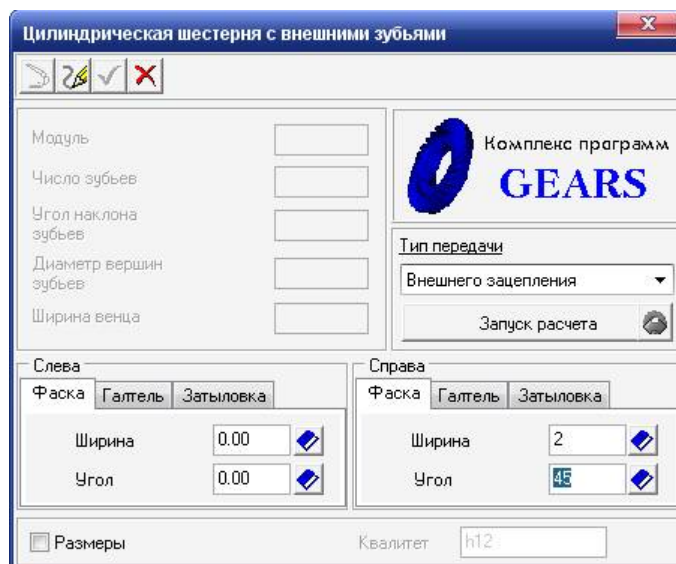

Рисунок 1.8 - Головне вікно системи **Цилиндрическая шестерня с внешними зубьями**
2. оберіть пункт **Шестерня цилиндрической зубчатой передачи**. З'явиться система **Цилиндрическая шестерня с внешними зубьями** (рисунок 1.8);